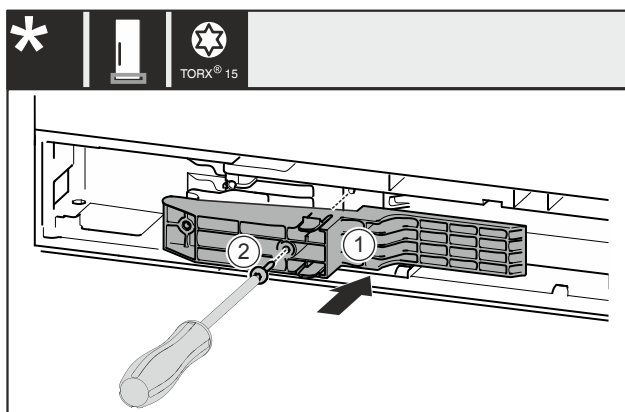

Fig. 52 *
- ▶ Inserte la pieza adaptadora Fig. 52 (1) en el hueco del lado del tirador.*
- ▶ Apriete el tornillo Fig. 52 (2) con el destornillador.*